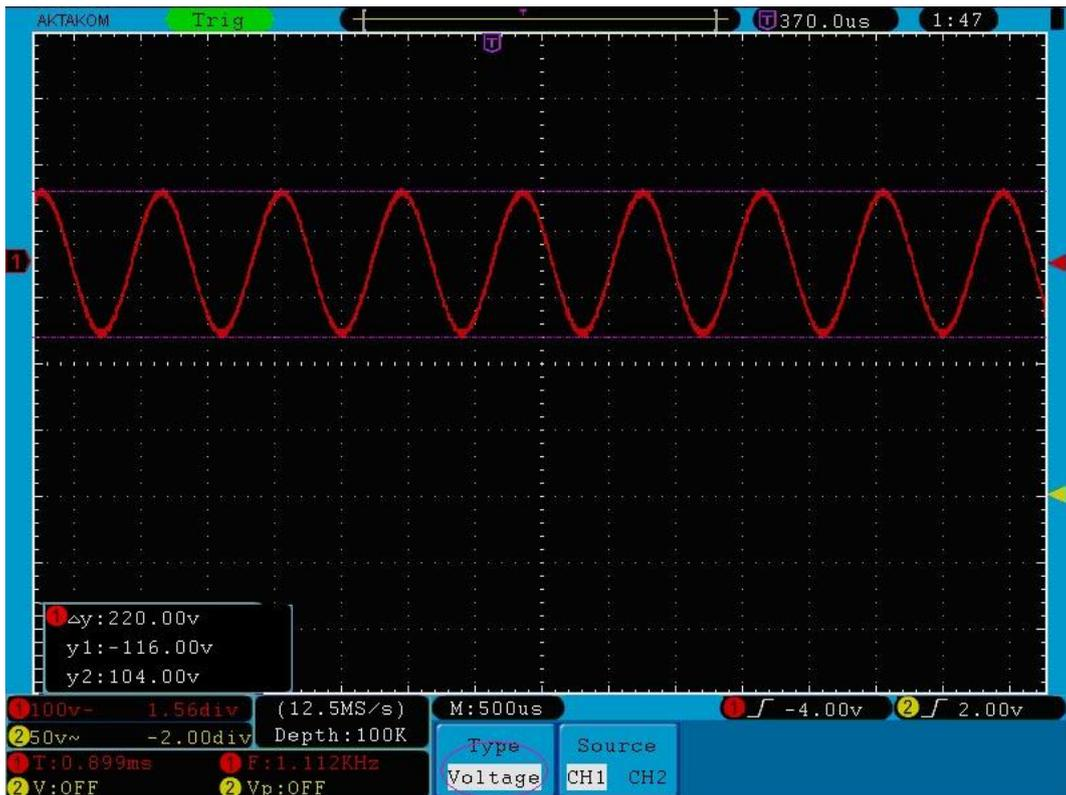

Рис. 64. Курсорные измерения в амплитудной области
6. Результат курсорных измерений отображается в отдельном окне в нижнем левом углу экрана (рис.64).